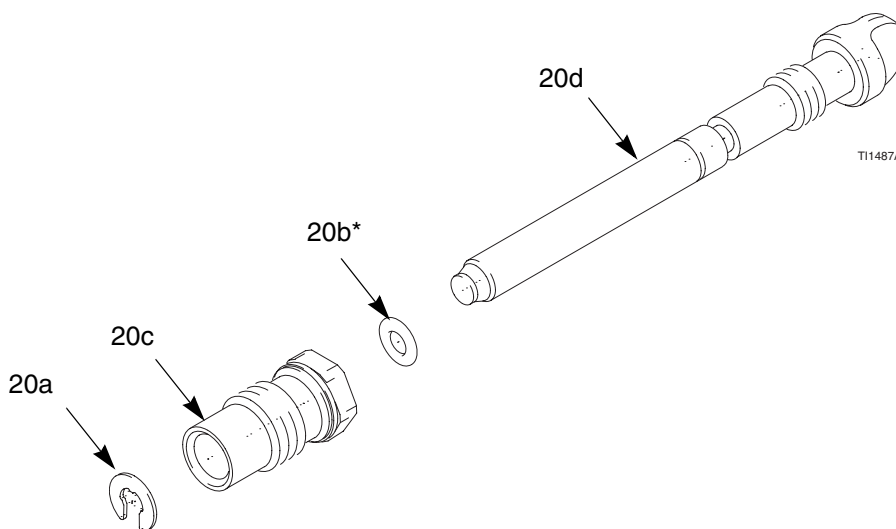

Fig. 31. Valvola di regolazione aria alla ventola
3. Togliere l'anello di sicurezza (20a). Vedere la FIG. 31.